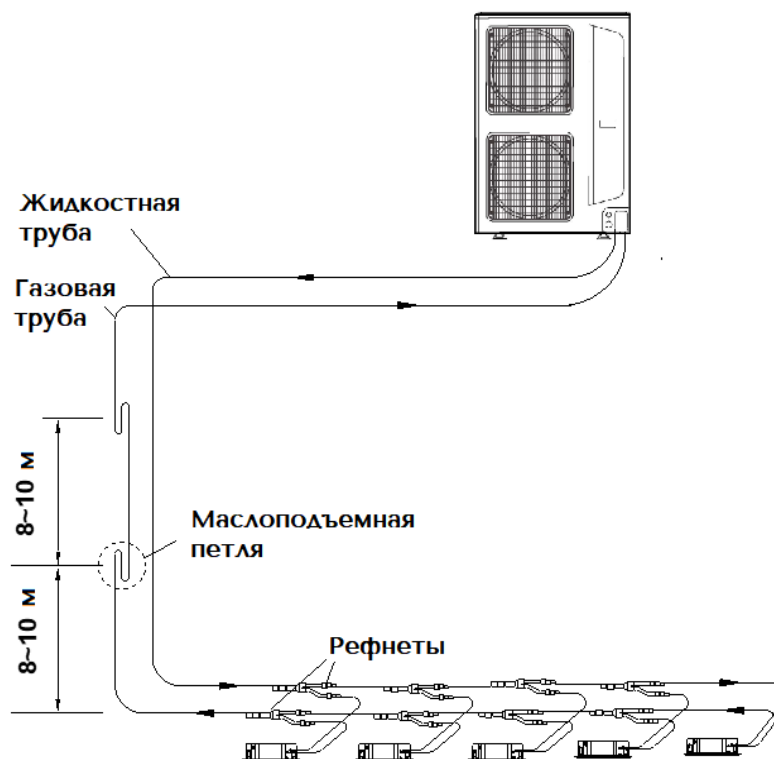

Рис.1.9
- Если при установке между внутренними и наружным блоками имеется перепад по высоте, то на вертикальных участках газовой трубы через каждые 8 ~ 10 метров должны устанавливаться S-образные масляные ловушки (маслоподъемные петли) (рис.1.9).